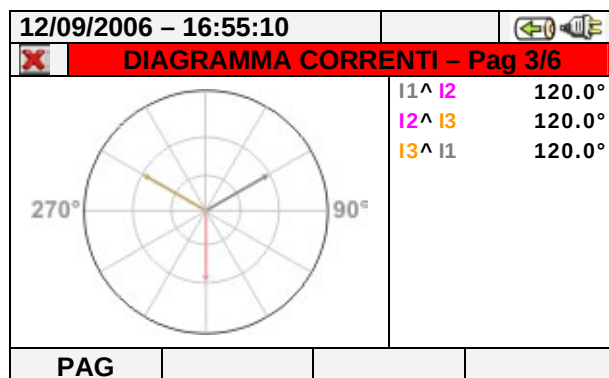

Fig. 64: Diagramma vettoriale correnti per sistemi 4-fili, 3-fili e ARON
- Il diagramma vettoriale delle correnti. La Fig. 64 mostra il caso di sistemi 3-fili, ARON o 4-fili: